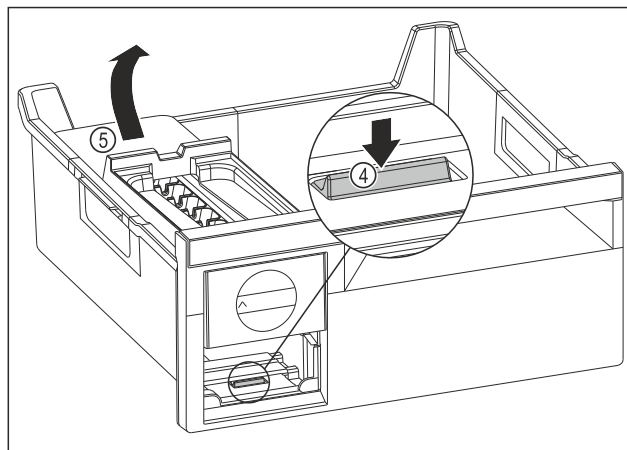

Fig. 112
- ▶ Estrarre il corpo dell'EasyTwist-Ice: Con un dito spingere la linguetta Fig. 112 (4) verso il basso e allo stesso tempo, con l'altra mano, sollevare il corpo dell' EasyTwist-Ice Fig. 112 (5) da dietro.